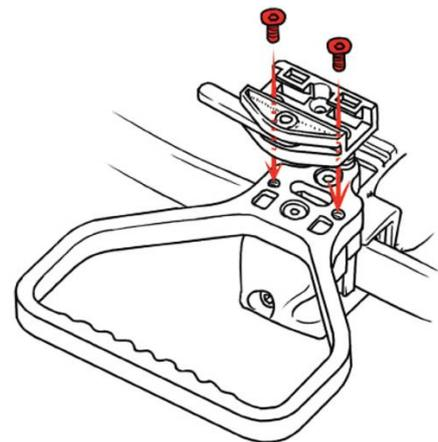

Рис.9
10. Установите держатель кивера на нижнюю сторону колодки арбалета и закрепите с помощью винтов (Рис.9). Прикрепите ответную часть держателя к киверу при помощи двух шурупов (потребуется крестовая отвертка).